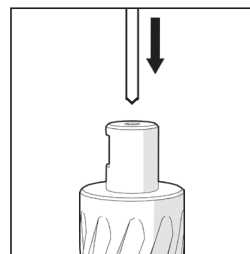

Fig. 7
- Wsunąć sworzeń pilotujący do wiertła tak, aby swobodnie przeszedł przez otwór wiertła. **(Rys. 7)**